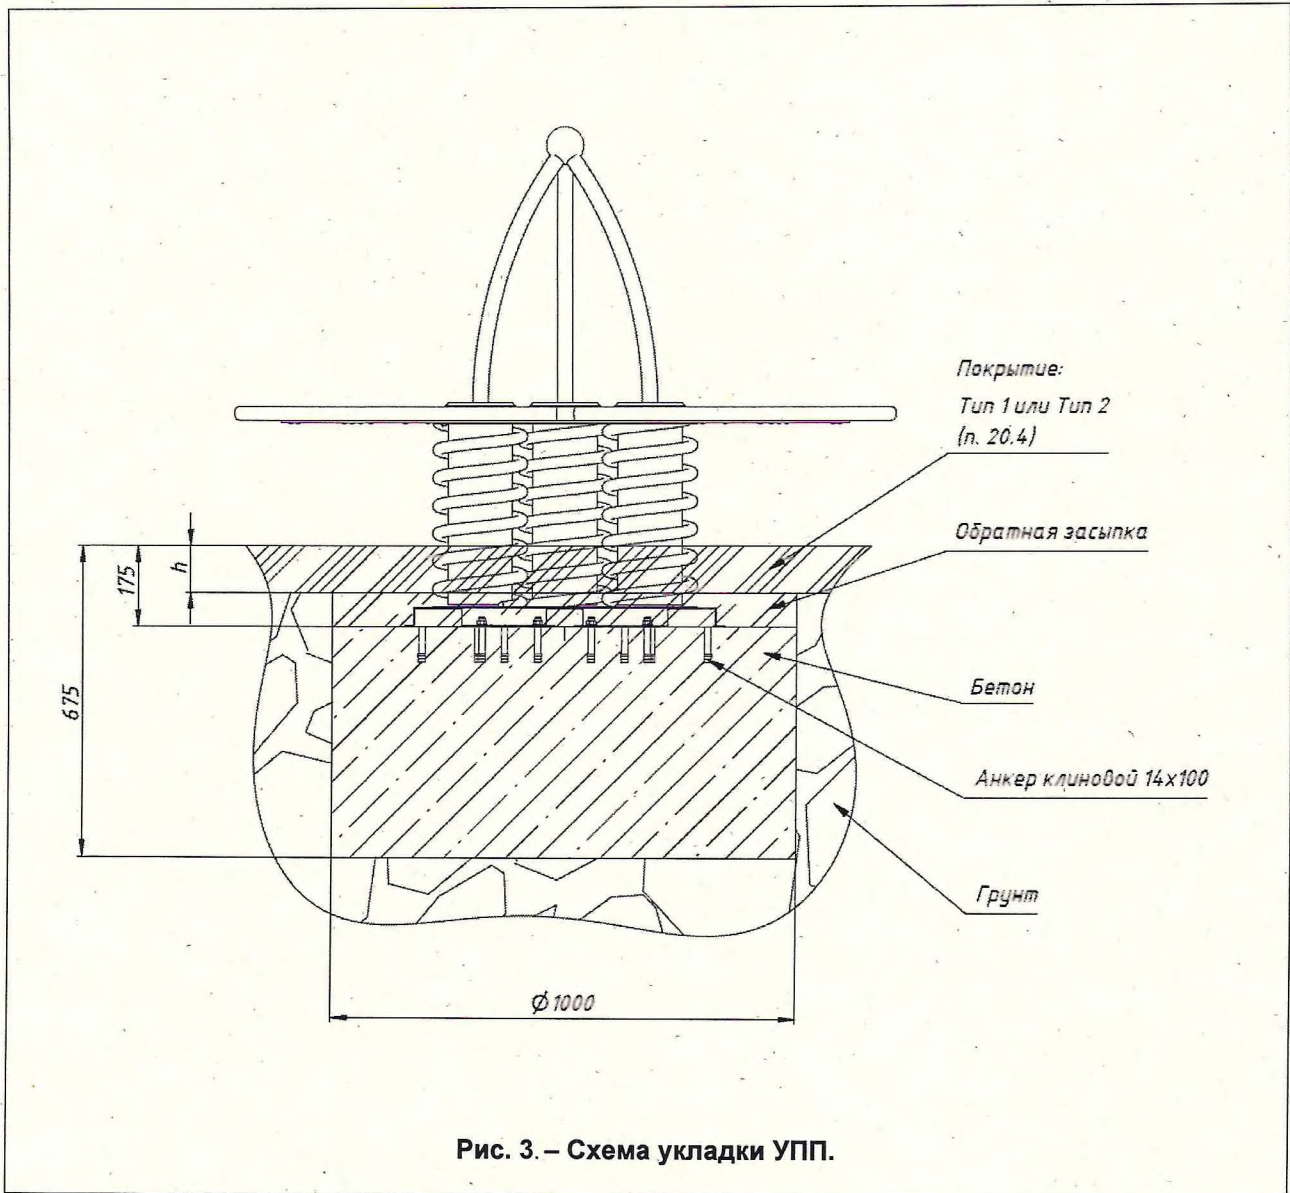
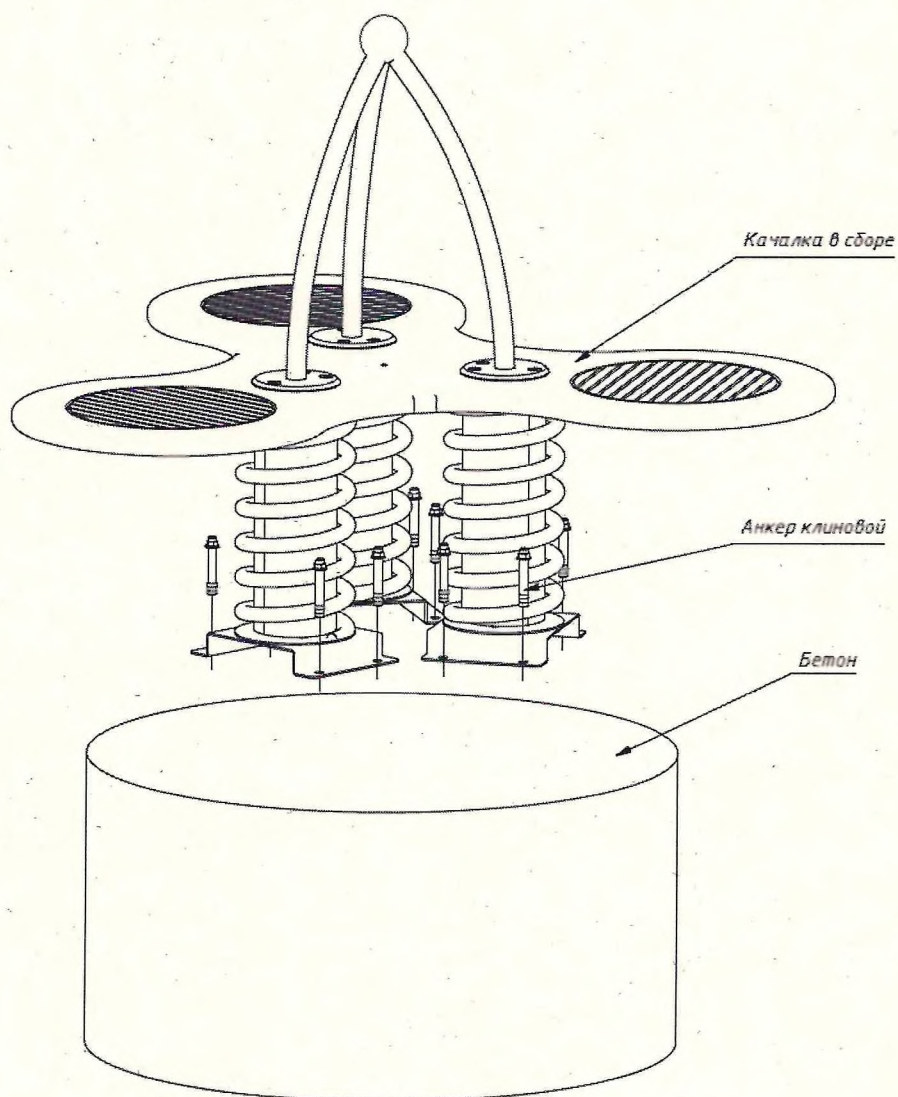

Рис. 3. – Схема укладки УПП.
Рис. 6
21.4. Укладка УПП производится согласно (Рис. 3). Толщина и тип УПП определяется согласно п. 20.34.
23.3. Рис. 2) на глубину h (Рис. 3).
23.8. После полного застывания бетона установить качалку на бетонное основание и закрепить анкерными болтами согласно схеме (Рис.6). После установить УПП в соответствии со схемой укладки УПП (Рис. 3).